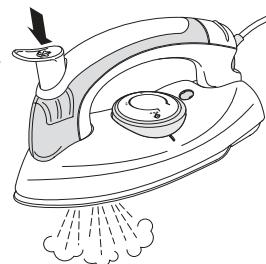

Figura 4 Colpo vapore
6. Durante la stiratura premere con vigore il pulsante colpo vapore per ottenere un potente getto di vapore (vedere la figura 4).